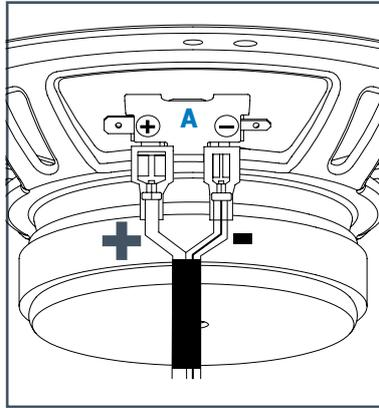

Fig. 26
10.2.1 inserire i terminali rispettando le polarità (Fig. 26 punto A).